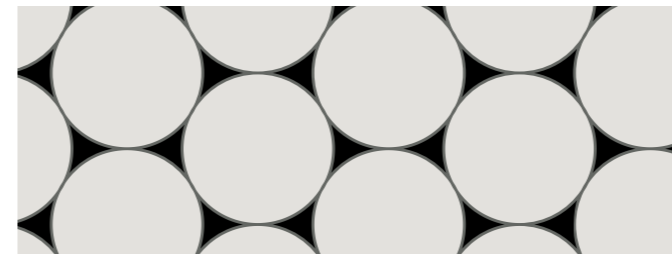

Abb. 2
- Aus Ellipsen bzw. Kreisen zusammengesetzt Muster benötigen zur Vervollständigung ergänzende Formen (siehe Abb. 2).